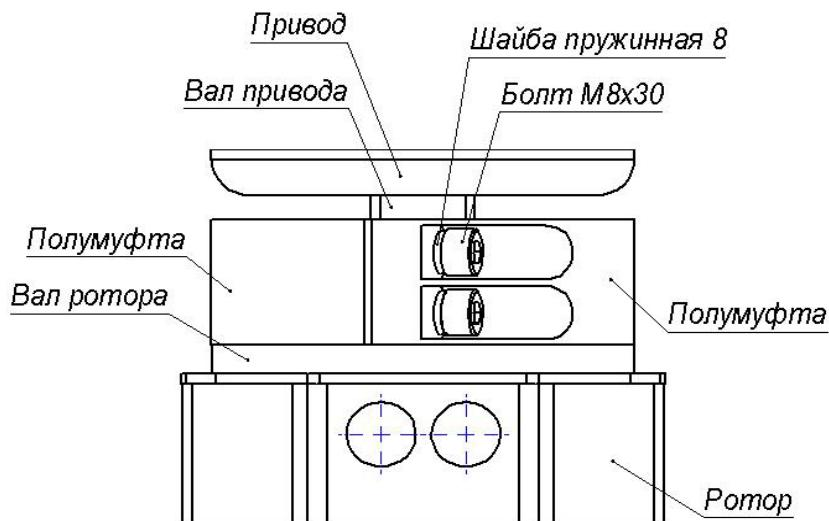

Рисунок 13 – Муфтовое соединение (16) вала привода исполнительного механизма с валом ротора (1)
Затем соедините вал ротора с валом исполнительного механизма посредством муфтового соединения (16), состоящего из двух полумуфт, используя четыре болта $M8 \times 30$ с пружинными шайбами 8 (см. рисунок 13).
8.2.23 Проверьте вертикальность положения ротора с помощью уровня. При необходимости устранит отклонения от вертикальности путём смещения в пределах допуска монтажных отверстий нижнего узла вращения (5), листа (12) и балки (13). Окончательно затяните болты и винты креплений указанных элементов турникета.
- с обоих торцов балки привода (13) отверните четыре винта M4x20 с шайбами M4, крепящие кожух (14), приподнимите его и снимите с балки;
- придерживая полумуфты, отверните болты муфтового соединения (16) и снимите полумуфты (рисунок 13);
- аккуратно приподнимая, снимите ротор (1) с нижнего узла вращения (5), с небольшим наклоном выведите его из турникета и положите на устойчивую поверхность;